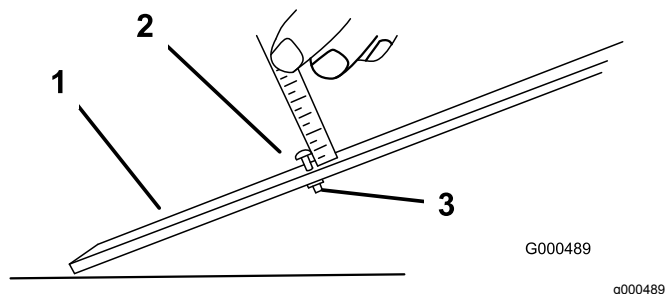

Рисунок 10
- Ослабьте гайку мерной планки и установите регулировочный винт на требуемую высоту скашивания (Рисунок 10).